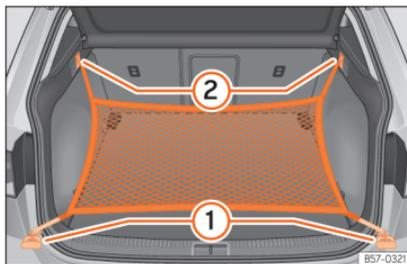

Abb. 134 Im Gepäckraum: Ösen (1) und Haken (2) zum Einhängen des Gepäckraumnetzes.
- Hängen Sie die kurzen Haken des Netzes in die Verzurrösen » Abb. 134 (1) »  ein. Der Reißverschluss des Gepäckraumnetzes muss dabei nach oben zeigen.
- Befestigen Sie die Spanngurte in den Taschenhaken (2).